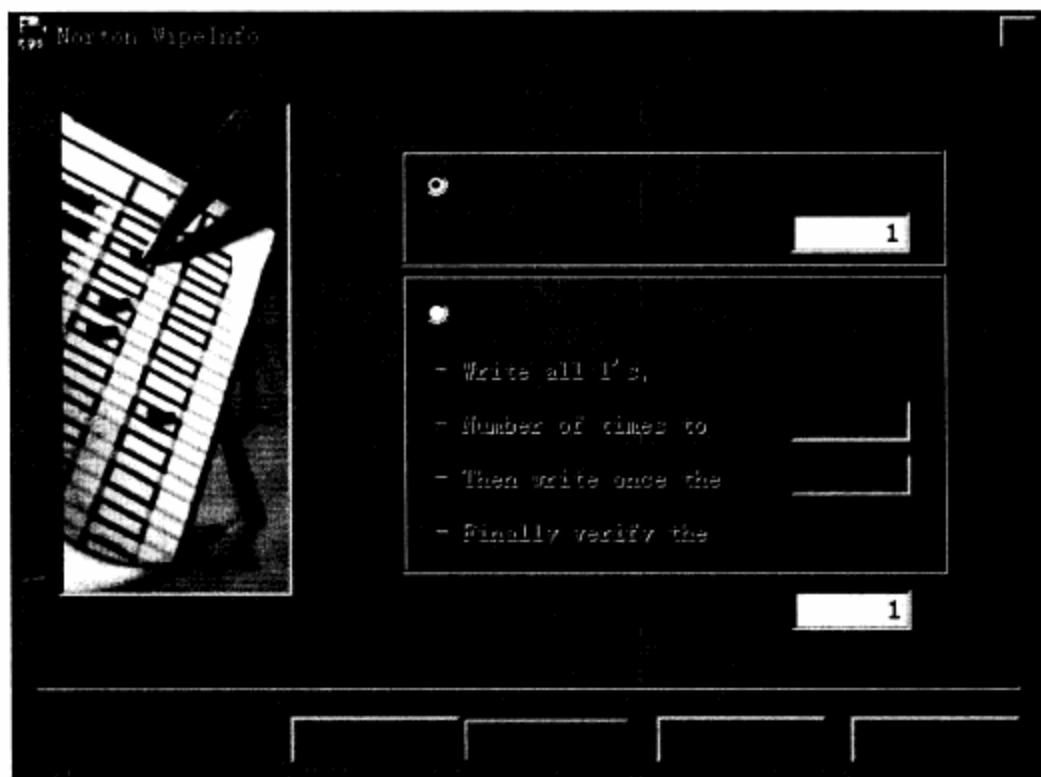
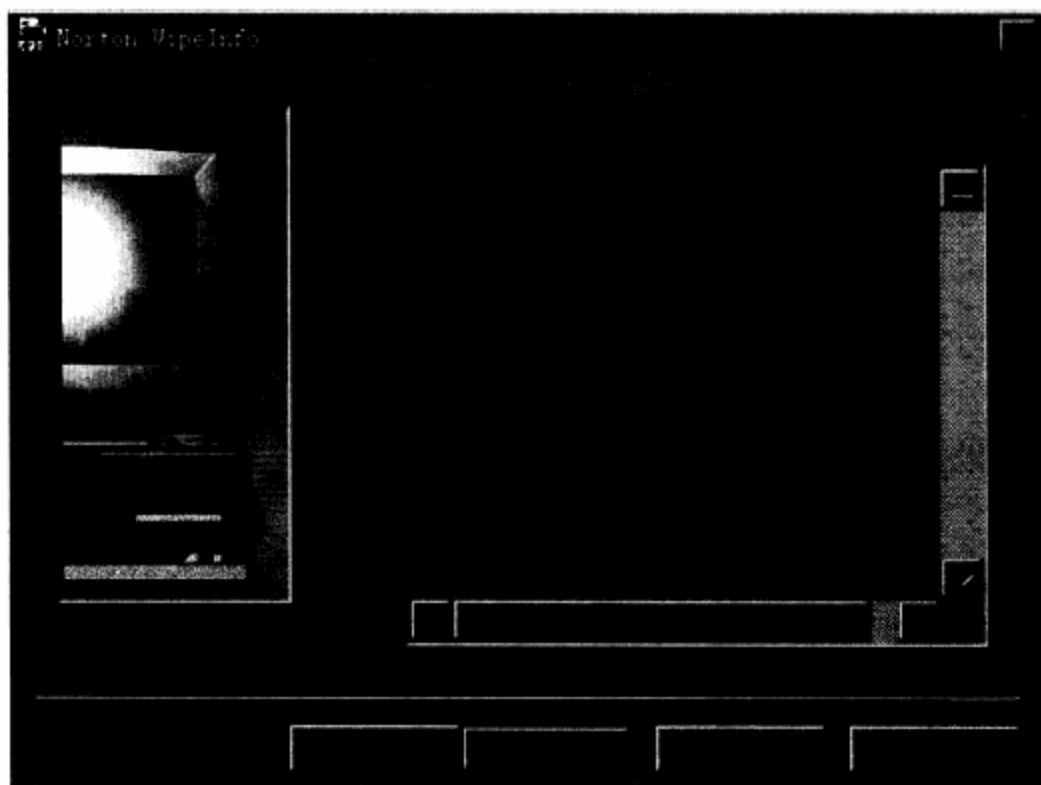

图14-15 擦除方式选择菜单
图14-16 正式执行擦除操作前的确认框图
**步骤 04** 在图14-14中选择好要擦除的盘符后，单击“下一步”按钮，屏幕上将出现如图14-15所示的擦除方式选择菜单。在该菜单中，用户根据需要可以选择Fast Wipe（快速擦除）或Government Wipe，并设定擦除次数。这里硬盘的坏道情况不算太严重，所以选择了Fast Wipe，并且将擦除的次数设定为1~5次。这里不能修复故
障，则可再考虑选择Government Wipe擦除方式。该框图中的实例是选择“快速擦除”，并将擦除次数设定为1，如图14-15所示。
**步骤 05** 在图14-15中选择好要擦除的方式后，单击“下一步”按钮，屏幕上将出现如图14-16所示的擦除确认框图。在该框图中，经检查一切设置无误后，单击“下一步”按钮，WipeInfo即开始按照设定的范围、设定的盘符和设定的擦除方式对硬盘执行擦除功能。